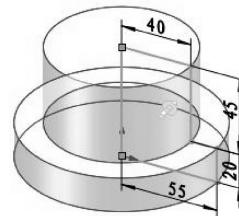

图 3-18 创建旋转凸台特征
- 保留属性面板中选项的默认设置，直接单击 $\checkmark$ 按钮，完成旋转特征创建，结果如图3-18所示。